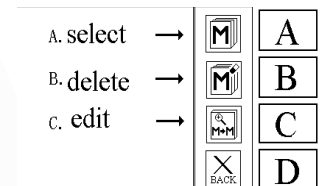
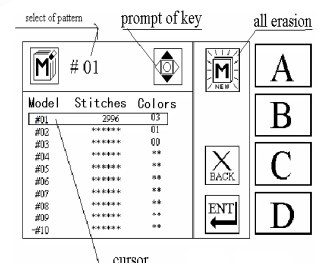
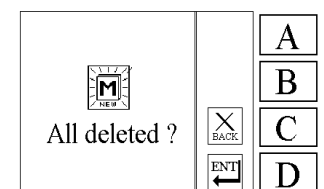

Fig. 5.3.1
Fig. 5.3.2
Fig. 5.3.3
1. No estado de espera (Fig.3.3), pressione a tecla **B** uma vez para mostrar a tela da Fig.5.3.1.
2. Na Fig.5.3.1, pressione a tecla **B** uma vez para exibir a Fig.5.3.2.
3. Na Fig. 5.3.2 pressione a tecla **B** uma vez para entrar na tela da pergunta para liberar todos os desenhos do sistema (5.3.3): Liberar todos os desenhos armazenados no sistema?
Pressione a tecla **C** para retornar à etapa 2 (Fig. 5.3.1)
4. Na Fig.5.3.3, pressione a tecla **D** para executar a operação de apagar tudo, retornando automaticamente à etapa 2 (Fig.5.3.1).
Pressione a tecla **C** uma vez para cancelar a operação de apagar tudo, voltando à etapa 3 (Fig.5.3.2).